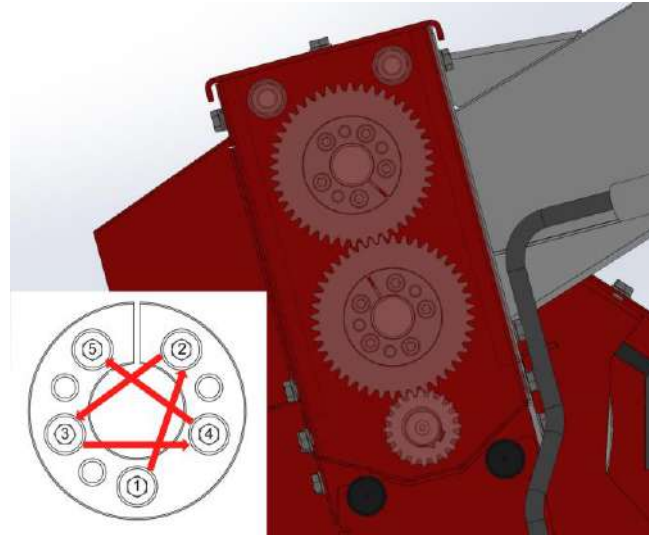

Рисунок 26. Затягування конусної муфти
3. Встановіть зажимну муфту і зубчасте колесо на вал і встановіть леза точно один проти одного, виставивши частини муфти так, щоб їх технологічні пази були максимально віддалені один від одного. Використовуючи динамометричний ключ, затягніть болти конусної муфти. Гвинти повинні затягуватися послідовно, згідно схеми (Рис. 26) поступово збільшуючи момент затягування до 56 Nm.